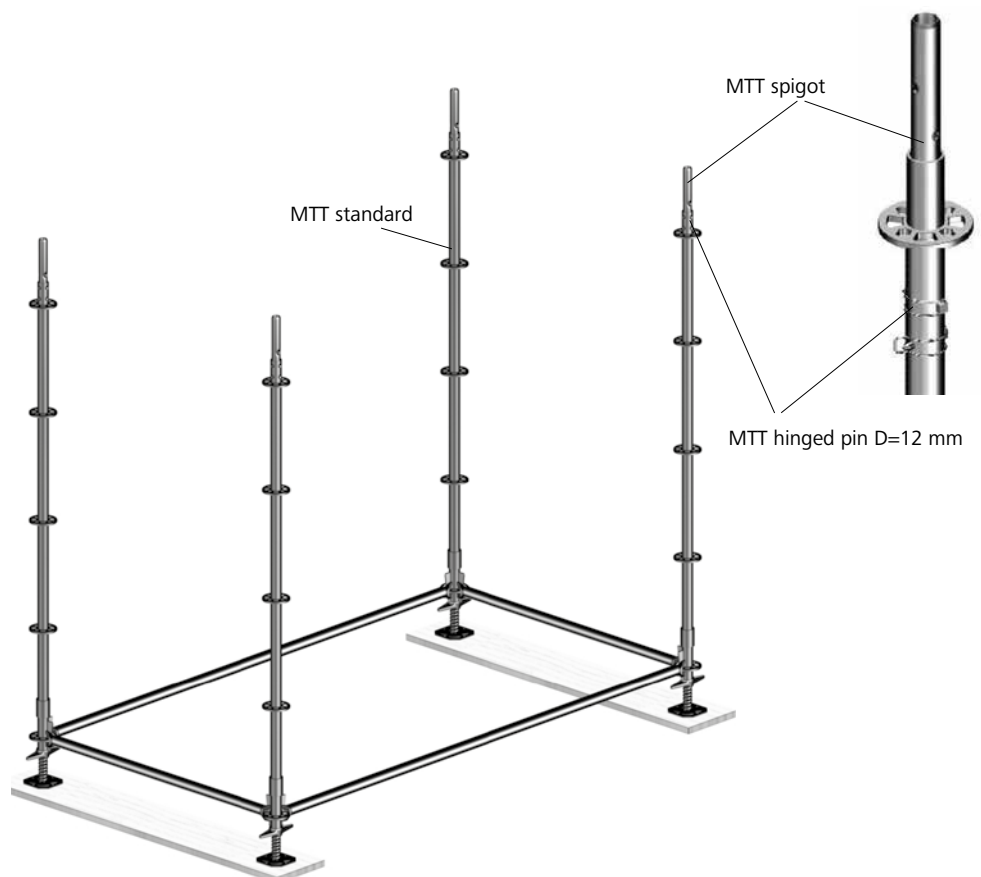

Fig. 9.3
8. Insert the MTT standards (Fig. 9.3).